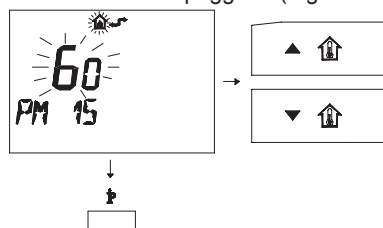

Figura 5.37
- Modificare il SET programmato agendo sui pulsanti o fino a visualizzare un set di 60, aspettare che il numero programmato cominci a lampeggiare (Figura 5.37).